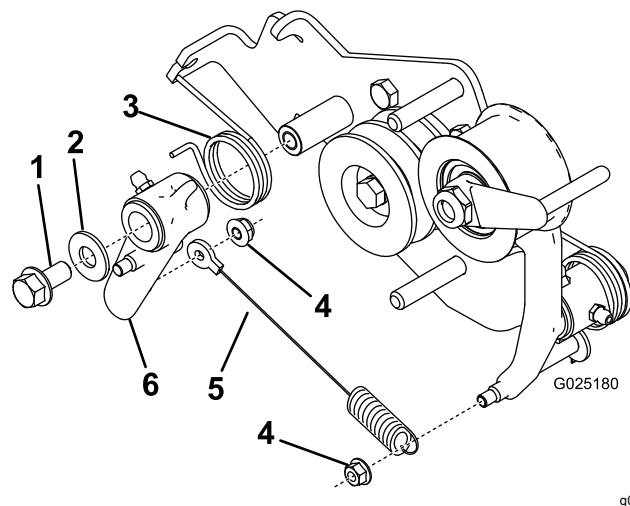

Figure 3
- Déposez le levier de déplacement et les pièces nécessaires de l'ancien support d'embrayage et posez-les sur le support d'embrayage neuf (Figure 3).